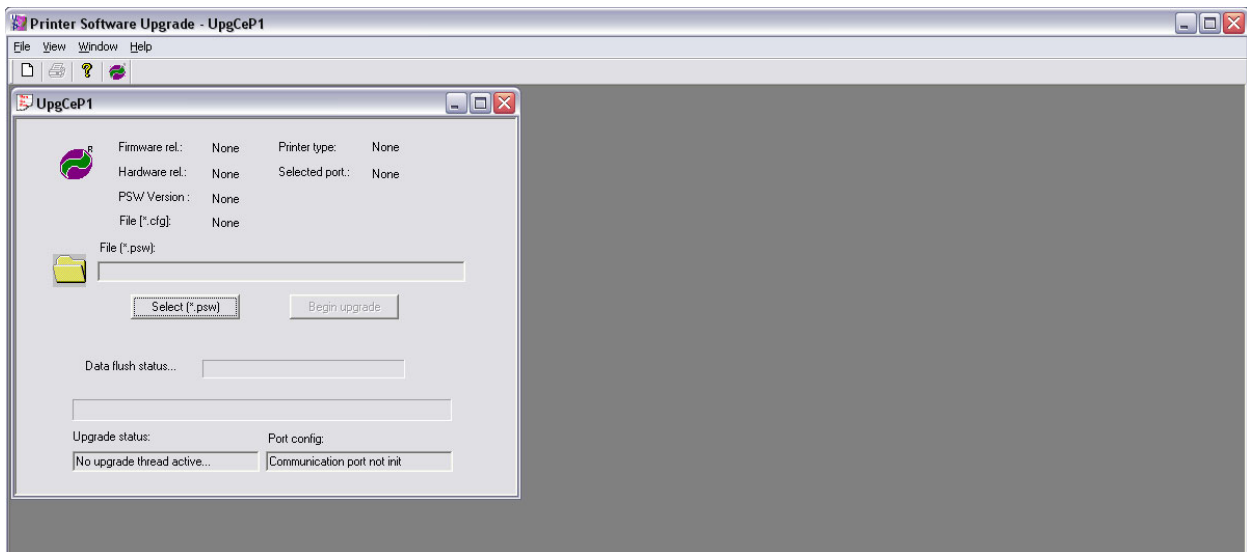

Рисунок 4 – Окно утилиты «UpgCePrn».
- 2.7 В отобразившемся окне программы нажмите на кнопку «Select (*.psw)» (см. рисунок 4).